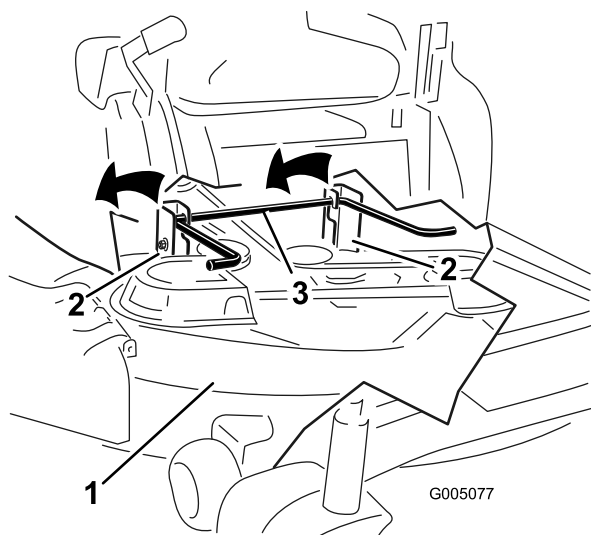

**Figura 68**
5. Retire la chaveta de la varilla de soporte delantera y retire la varilla del soporte de la carcasa (Figura 68).
6. Conecte la varilla de soporte delantera a la carcasa de corte con el pasador y la chaveta (Figura 68).